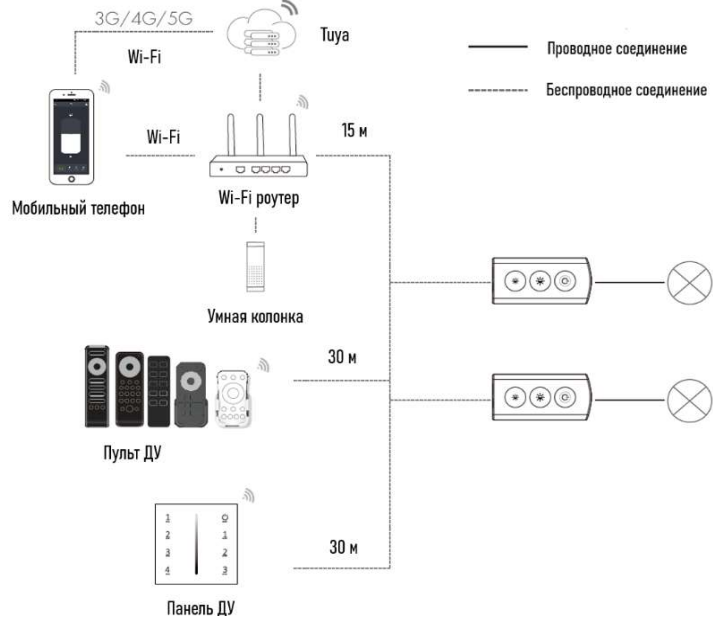

Рисунок 2. Комплексная схема подключения
- Соблюдайте расстояние между диммером и Wi-Fi роутером, проверьте сигнал Wi-Fi (рисунок 2).